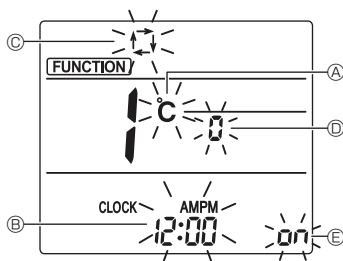

Fig. 4-11
- Vérifiez que la fonction n° "1" est affichée puis appuyez sur la touche **SET** ③.
- L'écran Réglage de l'affichage s'affiche. (Fig. 4-11)
- Appuyez sur la touche **DOWN** ④ pour changer le n° de fonction.
4.12.2. Changement de l'unité de température (Fig. 4-11 (A))
- Appuyez sur la touche **TEMP** ⑤.
- À chaque pression sur la touche **TEMP** ⑤, le réglage change entre °C et °F.
4.12.3. Changement de l'affichage de l'heure (Fig. 4-11 (B))
- Appuyez sur la touche **TIME** ⑥.
- À chaque pression sur la touche **TIME** ⑥, le réglage change entre ^{AMPM}12:00 et ^{AMPM}24:00.
4.12.4. Changement du mode AUTO (Fig. 4-11 (C))
- Appuyez sur la touche **MODE** ⑦.
- À chaque pression sur la touche **MODE** ⑦, le réglage change entre et .
4.12.5. Changement du n° de paire (Fig. 4-11 (D))
- Appuyez sur la touche **UP** ④.
- À chaque pression sur la touche **UP** ④, le n° de paire 0-3 change.